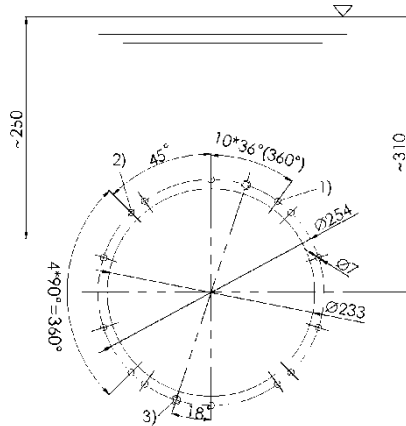

Abb. 5
- e) Bohren Sie bei einem PVC-Pool zuerst entsprechende Löcher in die tragende Wand gemäß den 16 Löchern auf der Schale der Gegenstromanlage (Abb. 5).
- f) Installieren Sie den Kunststoffring und die Außenschale mit 2 Schrauben M6*20 (Loch 3 in der Abb. 5) und installieren Sie dann den Kunststoffring und den Montagering für Glasfaser-Pool mit 10 Schrauben M6*45 (Abb. 6).